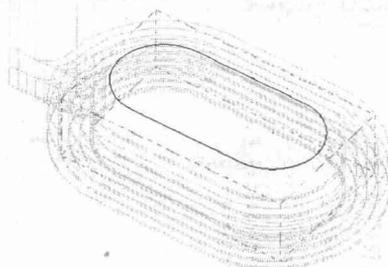

图 1-27 生成刀具路径
- (8) 在【外形 (2D)】对话框中单击  按钮，最后生成的刀具路径如图 1-27 所示。